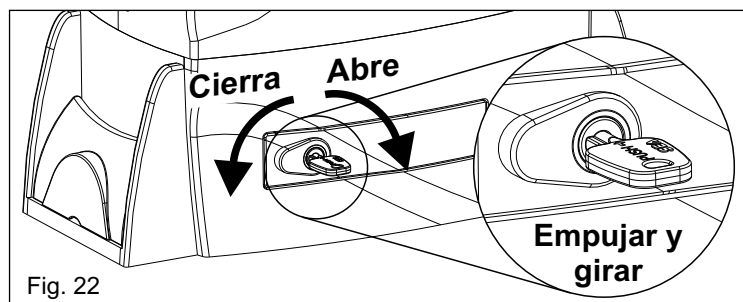

Fig. 22
- Insertar la llave, **empujar** y girarla en sentido horario de 90°, (Fig. 22).